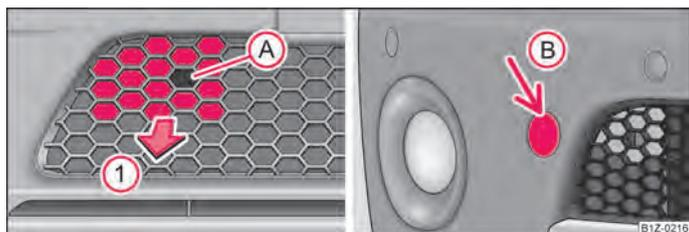

Fig. 174 Pára-choques dianteiro Octavia RS: Grade de protecção / Octavia Scout: Tampa
- Introduza um dedo na abertura **A** da grade ⇒ Fig. 174.